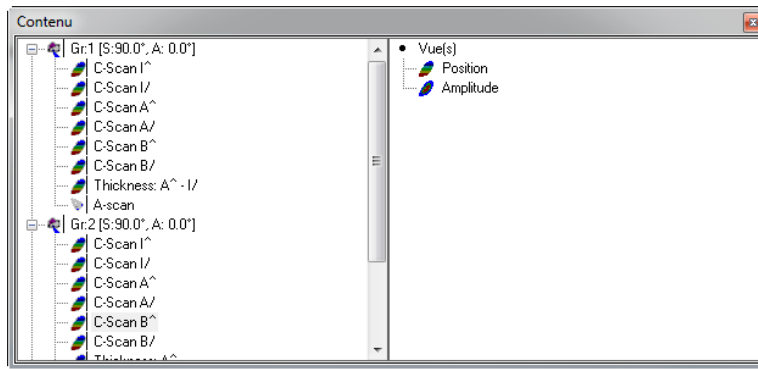

Figure 7-28 Exemple de groupe de C-scan fusionné créé
5. Pour afficher le groupe fusionné (voir la Figure 7-28 à la page 385) :